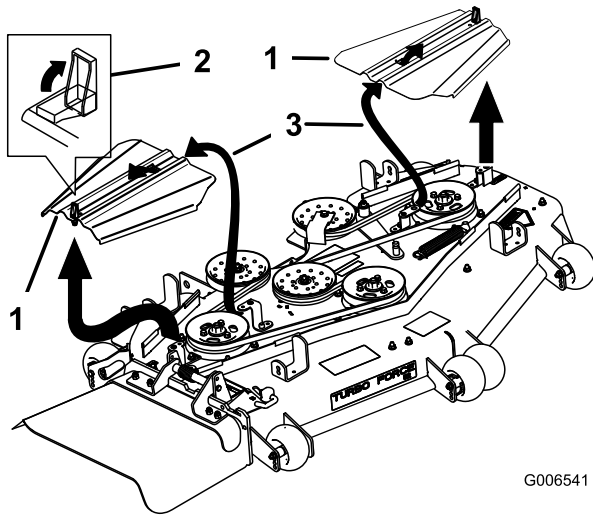

Figura 59
3. Retire las cubiertas de la correa (Figura 59).